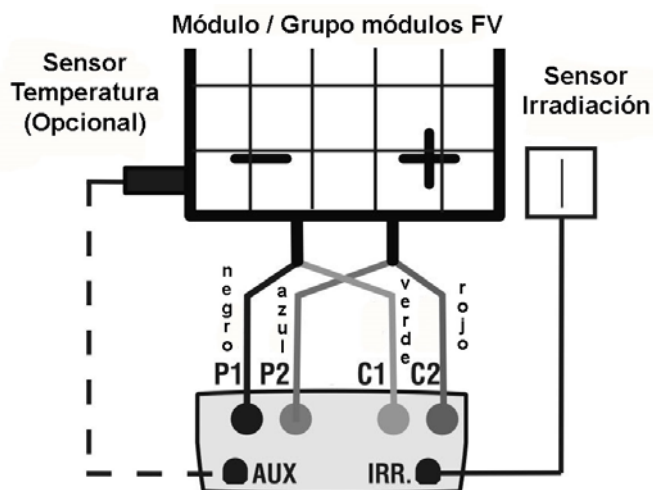

Fig. 7a: Conexión del instrumento al módulo/stringa FV
20. Conecte el instrumento al módulo/stringa en prueba como muestra en la siguiente Fig. 7a. En particular conecte el polo Negativo en la salida del módulo/stringa a los terminales P1, C1 y el polo Positivo en la salida del módulo/stringa a los terminales P2, C2. En el modo de activación "Auto" se recomienda el uso del accesorio opcional KITKELVIN